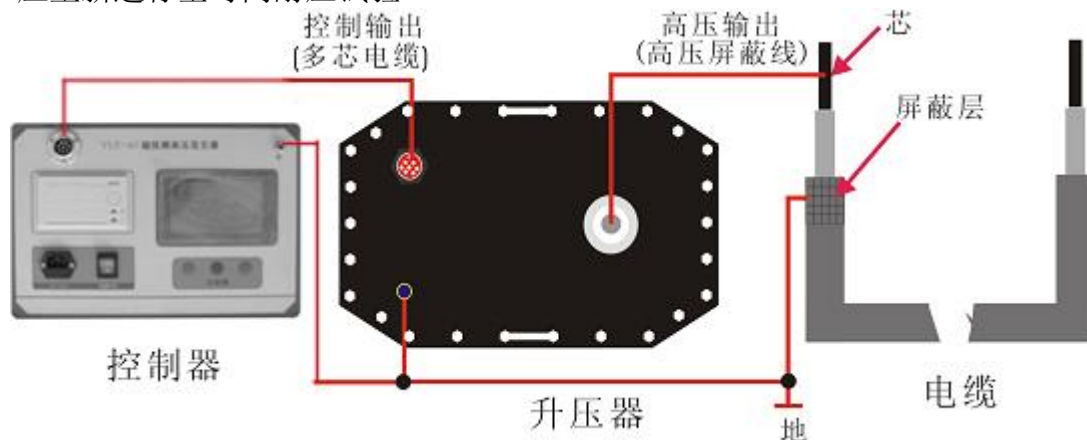

图 13 单相测量连线图
6. 用随机附带的专用柔性连接电缆将试验设备与试品电缆按图13所示的方法相连接。合上电源，设定好试验频率、时间和电压以及高压侧的过流保护值、过压保护值，然后开始升压试验。升压过程应密切监视高压回路，监听试品电缆是否有异常响声。升至试验电压时，即开始记录试验时间并读取试验电压值。